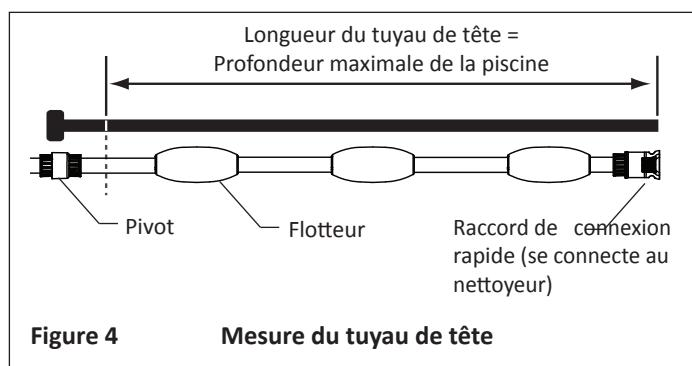

Figure 4 Mesure du tuyau de tête
2. Si la profondeur de la piscine est inférieure à 10 pieds [3 mètres], débranchez le tuyau souple depuis le válvula de respaldo. Coupez le tuyau pour que sa longueur soit égale à la profondeur maximale de la piscine. **Voir la Figure 4.**